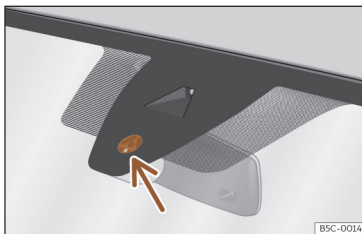

Fig. 98 Superfície sensível do sensor de chuva.
As possíveis causas de anomalias e interpretações errôneas *na zona da superfície sensível* >>> **Fig. 98** do sensor de chuva são, entre outras:
- **Sujidade:** o pó seco, a cera, o revestimento dos vidros (efeito lótus) ou os restos de detergente (lavagem automática) podem diminuir a eficácia do sensor de chuva ou fazer com que reaja mais tarde, mais lentamente ou que não funcione. Limpe regularmente a superfície sensível do sensor de chuva >>> **Fig. 98** (seta) e verifique possíveis danos nas escovas.